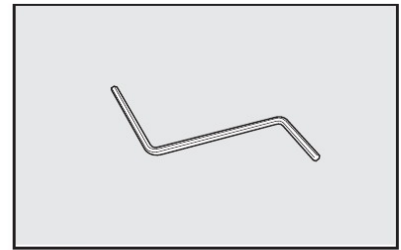

fig. 102
**2** - utilizar a chave sextavada **fig. 102**, fornecida com o veículo (no kit de bordo), introduzindo-a na sede sextavada e girar: